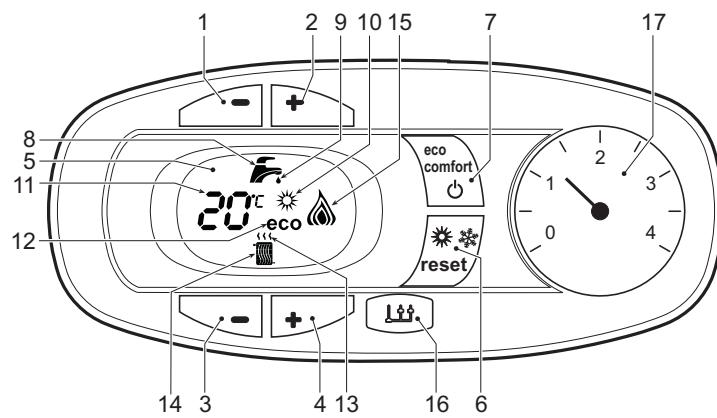
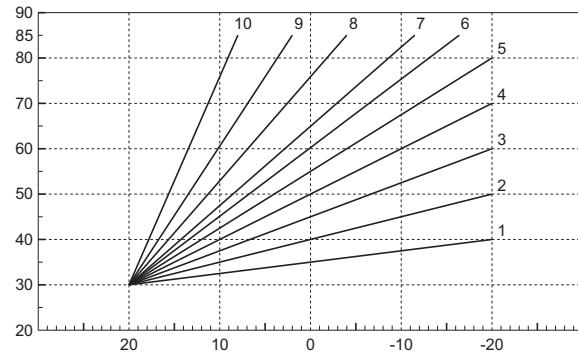
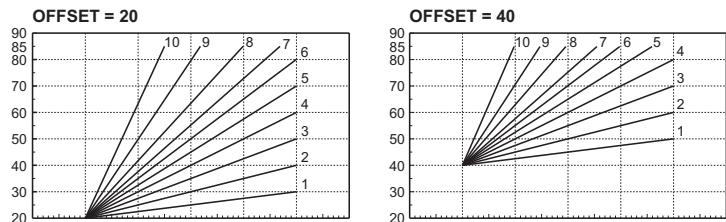

fig. 1 - Panel de control
fig. 6 - Curvas de compensación
fig. 7 - Ejemplo de desplazamiento paralelo de las curvas de compensación
**Leyenda panel fig. 1**
La pantalla (11 - fig. 1) muestra la temperatura actual de la ida a la calefacción y "d2" durante el tiempo de espera".
La pantalla (11 - fig. 1) muestra la temperatura actual de salida del agua caliente sanitaria y "d1" durante el tiempo de espera".
La demanda Comfort (restablecimiento de la temperatura interior de la caldera) es señalizada por el parpadeo del símbolo del agua debajo del grifo. La pantalla (11 - fig. 1) muestra la temperatura actual del agua contenida en la caldera.
En caso de anomalía (cap. 4.4) la pantalla muestra el código de error (11 - fig. 1) y, durante los tiempos de espera por seguridad, las indicaciones "d3", "d4" y "d5".
Pulsar la tecla encendido/apagado (7 - fig. 1) durante 5 segundos.
Cuando la caldera se apaga, la tarjeta electrónica permanece conectada. Se inhabilitan la producción de agua sanitaria y la calefacción. El sistema antihielo permanece operativo. Para volver a activar la caldera, pulsar nuevamente la tecla encendido/apagado (7 - fig. 1) durante 5 segundos.
Pulsar la tecla verano/invierno (6 - fig. 1) durante dos segundos.
En la pantalla se visualiza el símbolo Verano (10 - fig. 1): la caldera sólo suministra agua sanitaria. El sistema antihielo permanece operativo.
Para desactivar la modalidad Verano, pulsar nuevamente la tecla verano/invierno (6 - fig. 1) durante dos segundos.
Mediante las teclas de la calefacción (3 y 4 - fig. 1) se puede regular la temperatura del agua de calefacción entre 30 °C y 80 °C, pero se aconseja no hacer funcionar la caldera a menos de 45 °C.
Mediante las teclas (1 y 2 - fig. 1) se puede regular la temperatura del agua sanitaria desde un mínimo de 40 °C hasta un máximo de 55 °C.
El equipo está dotado de un dispositivo que asegura una elevada velocidad de suministro de agua caliente sanitaria con el máximo confort para el usuario. Cuando el dispositivo está activado (modo COMFORT), el agua de la caldera se mantiene caliente y esto permite disponer de agua a la temperatura deseada al abrir el grifo, sin tener que esperar. El usuario puede desactivar este dispositivo y volver al modo ECO pulsando la tecla **eco/comfort** (7 - fig. 1). En modo ECO, la pantalla muestra el símbolo correspondiente (12 - fig. 1). Para volver al modo COMFORT, pulsar otra vez la tecla **eco/comfort** (7 - fig. 1).
Si está activada la regulación con temperatura adaptable, la temperatura programada con las teclas de la calefacción (3 - fig. 1) se convierte en la temperatura máxima de ida a calefacción. Se aconseja definir el valor máximo para que el sistema pueda regular la temperatura en todo el campo útil de funcionamiento.
Pulsando la tecla **reset** (6 - fig. 1) durante 5 segundos, se accede al menú "Temperatura adaptable". En la pantalla parpadea el código "CU".
Utilice las teclas del agua sanitaria (1 - fig. 1) para regular la curva deseada de 1 a 10 según la característica (fig. 6). Si se elige la curva 0, la regulación de temperatura adaptable queda inhabilitada.
Pulsando las teclas de la calefacción (3 - fig. 1) se accede al desplazamiento paralelo de las curvas. En la pantalla parpadea "OF". Utilice las teclas del agua sanitaria (1 - fig. 1) para regular el desplazamiento paralelo de las curvas según la característica (fig. 7).
Pulsando otra vez la tecla **reset** (6 - fig. 1) durante 5 segundos, se sale del menú "Temperatura adaptable".
Selección Eco/Confort	Si se desactiva el funcionamiento en sanitario desde el menú del reloj programador a distancia, la caldera selecciona la modalidad Economy. En esta condición, la tecla eco/comfort (7 - fig. 1) del panel de la caldera está inhabilitada.
Temperatura adaptable	Si se vuelve a activar el funcionamiento en sanitario con el reloj programador a distancia, la caldera se dispone en modo Confort. En esta condición, con la tecla eco/comfort (7 - fig. 1) del panel de la caldera es posible pasar de una modalidad a otra.